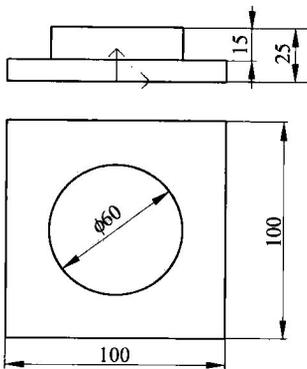

图 1-1-9 CAXA 电子图板图样
③ 系统弹出【标准视图输出】对话框,选择【主视图】和【俯视图】,单击【确定】按钮,将标准视图输出。
④ 根据状态栏提示,在绘图区选择合适的视图放置位置后单击,放置视图。
⑤ 为视图添加标注,如图 1-1-9 所示。
⑥ 保存文件。